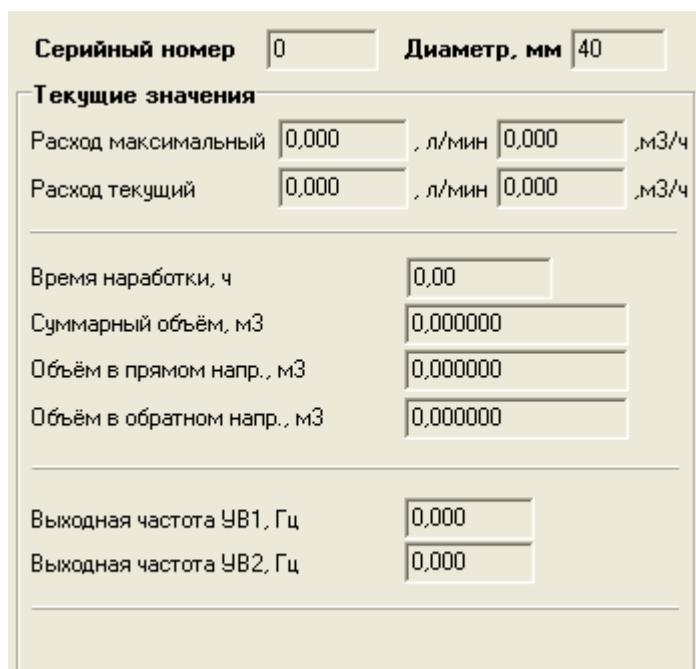

Рис.14. Фрагмент вкладки «Измерения».
- 3.1.2. После запуска программы «Монитор Лайт М» (смотри п.2.1) во вкладке **Измерения** отображаются нулевые значения измеряемых параметров (рис.14).